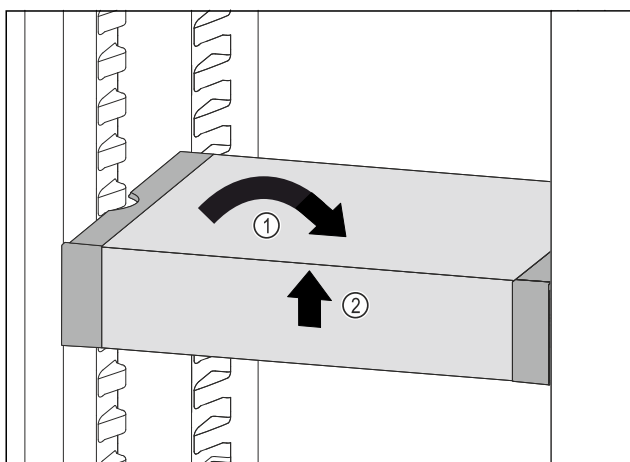

Fig. 240
- Вирівняти VarioSafe. Fig. 240 (1)
- Підняти VarioSafe спереду. Fig. 240 (2)